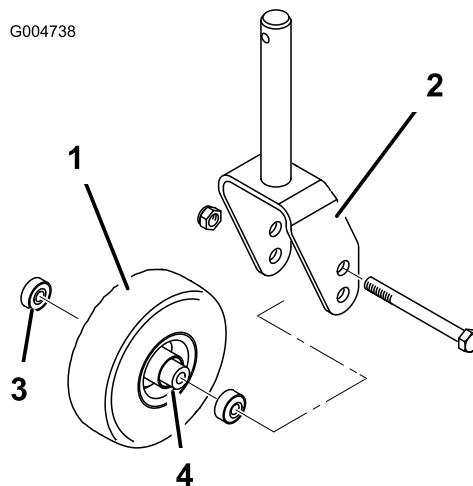
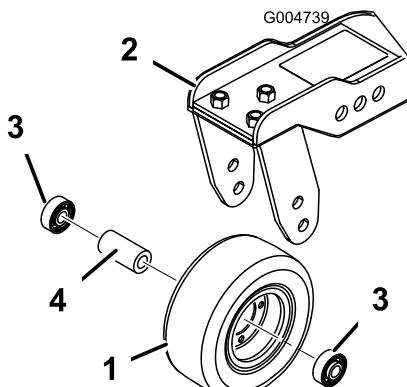

Figura 85
Figura 86
1. Retire la contratuerca del perno que sujetla el ensamblaje de la rueda giratoria entre la horquilla (Figura 85) o el brazo de pivote (Figura 86). Sujete la rueda giratoria y retire el perno de la horquilla o del brazo de pivote.
2. Retire el cojinete de la rueda y deje que se caiga el suplemento del cojinete (Figura 85 y Figura 86). Retire el cojinete del otro lado de la rueda.